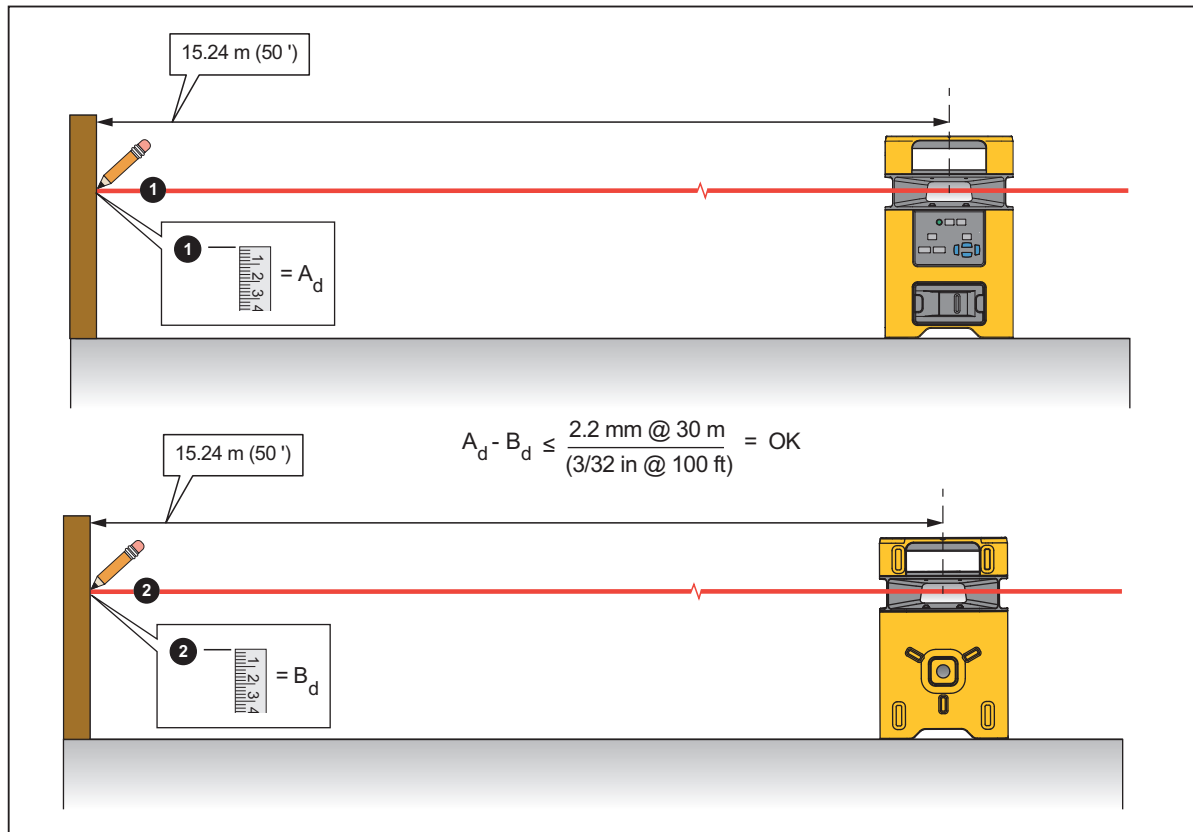

Figure 7. Niveau de précision
1. Trouvez un site horizontal qui est à peu près de niveau, de préférence une dalle en béton, avec une largeur $\geq 15,24$ m à partir d'un mur à utiliser comme cible. Voir la figure 7.
- Tracez un repère ① à l'endroit où le laser horizontal coupe la zone cible.
- Tracez un repère ② à l'endroit où le laser horizontal coupe la zone cible.